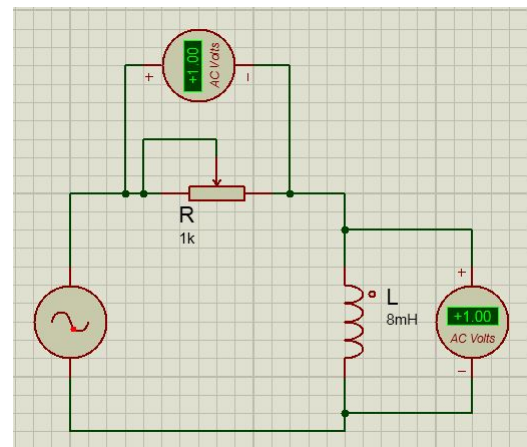

Figura 2.3: Esquema del sistema
4. Armar el circuito de la figura 2.3.